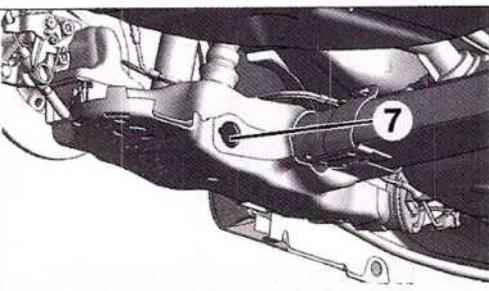

FIG. 57
Desmontar los tornillos (7) (Fig.57).